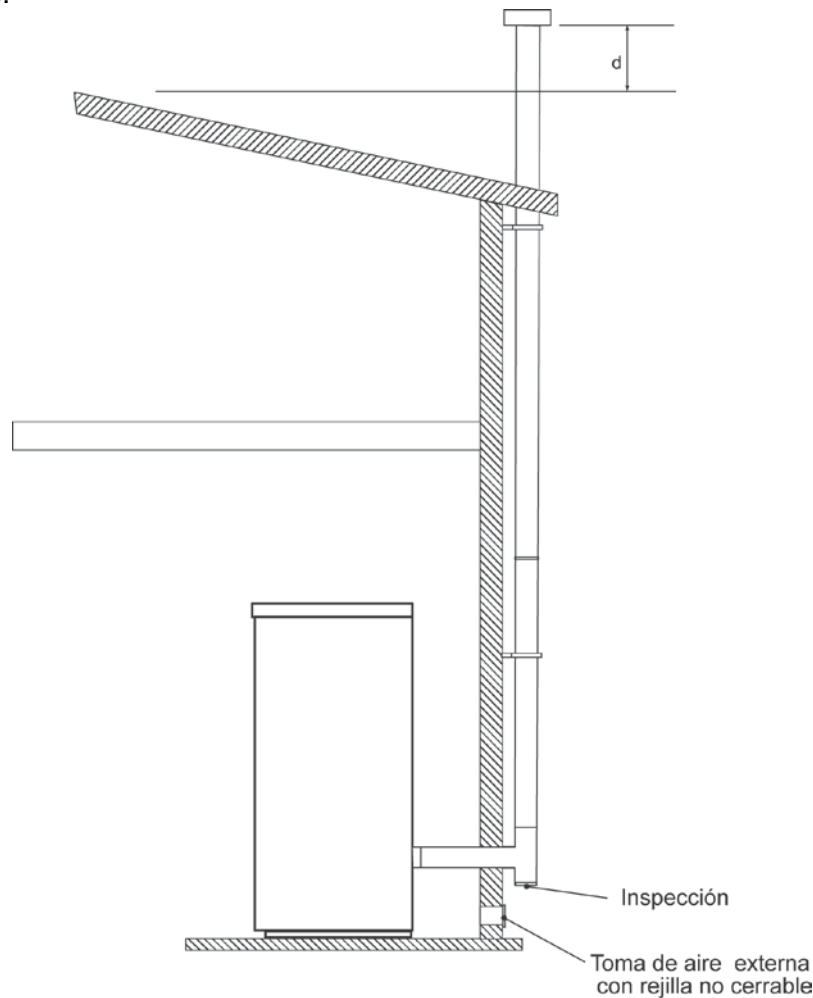

Fig. 13
- Se deben utilizar solo conductos aislados (doble pared) de acero inoxidable fijados al edificio (fig. 13).
En la fig. 13 se representa la solución a adoptar en el caso de que se quiera utilizar un conducto de humos externo.